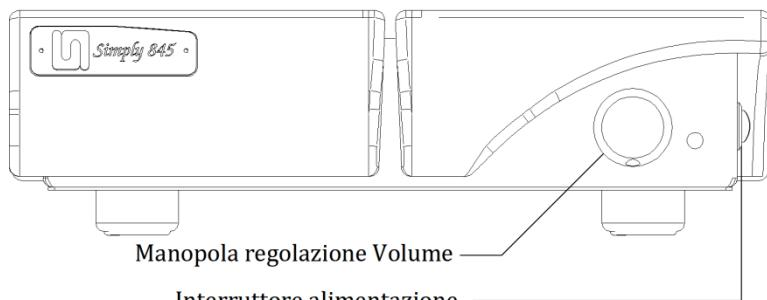

Figura 1
**Prima di inserire la spina nella presa a muro, assicurarsi che l'interruttore di alimentazione sia nella posizione "OFF" (Figura 1).**
L'interruttore di alimentazione è posto sul fianco destro dell'apparecchio (*Figura 1*).
Prima di accendere l'apparecchio, assicurarsi che la manopola del volume sul pannello frontale (*Figura 1*) sia posizionata al minimo (senso antiorario). Si raccomanda questo per evitare sollecitazioni inutili agli altoparlanti dovute a fenomeni transitori durante l'accensione.